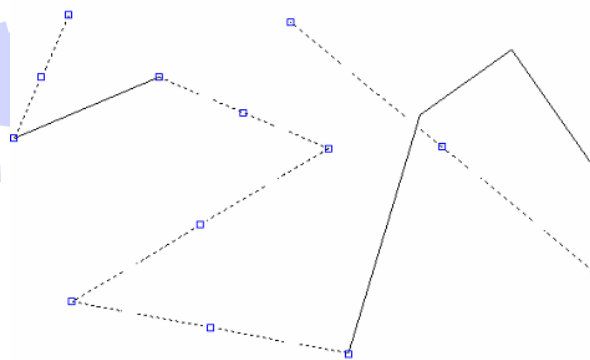

图 5-8 选择结果
7) 单击 OK 按钮, 结果选中的对象如图 5-8 所示。